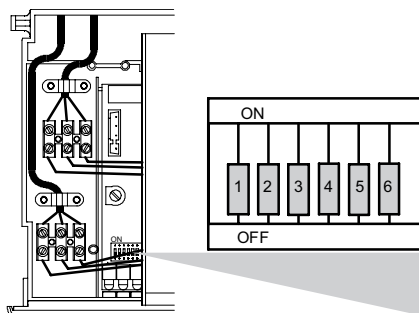

Figura 9.21
- Una volta completata la memorizzazione togliere alimentazione elettrica alla caldaia e riportare i DIP switch in posizione OFF (Figura 9.21)